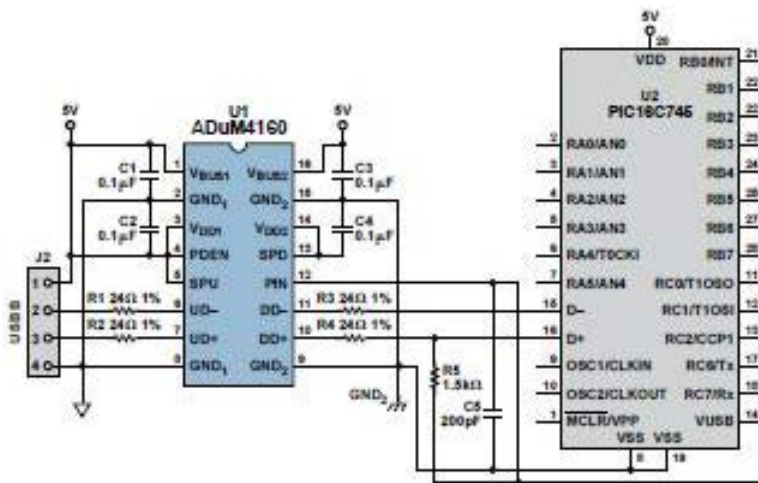

図7. 周辺機器ポートの絶縁
1. アップストリーム・ポートを絶縁する目的で周辺機器に組み込む場合。ADuM4160は、この構成を基本アプリケーションとして設計されており、最もシンプルな電源・制御の構成を実現します (図7)。
周辺機器に専用の電源がある図7のようなアプリケーションでは、USBケーブルからの電源はほとんどの場合で不要です。アイソレータのアップストリーム側とプルアップ抵抗用の電力は約10mWです。周辺機器は単一速度で動作するため、アイソレータは所望の速度 (フルスピードまたはロースPEED) に設定した上で固定されます。周辺機器ポートがハイスPEEDに対応している場合、エニユメレーション時にはハイスPEED用の「チャープ(Chirp)」プロトコルによって確認されます。通常は、これによってハイスPEED動作のための設定が開始されますが、ADuM4160が組み込まれている場合は、このチャープ信号をブロックし、ハイスPEED対応の周辺機器がフルスピードで動作するよう自動的に設定されます。専用の電源を備えていない低速の周辺機器を接続する場合には、ADuM5000などの絶縁型DC/DCコンバータが内蔵されたデバイスを使って、USBケーブルから周辺機器やADuM4160に電源を供給することができます。